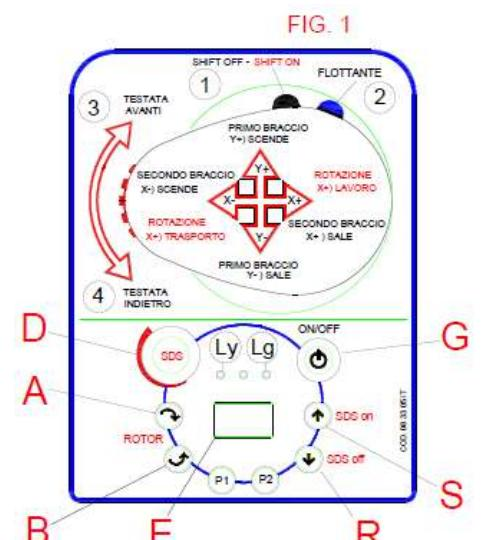

FIG. 1
*Per attivare il sistema SDS, appoggiare il braccio al terreno, premere il pulsante **S**, il pulsante stesso, si illumina e segnala il funzionamento (vedi **fig. 1**). per regolare il sistema, ruotare la manopola **D** a destra fino a sollevare il braccio, ruotare poi la manopola **D** a sinistra per stabilizzare il braccio. (La spia gialla **Ly** si accende, e segnala il funzionamento.).;*